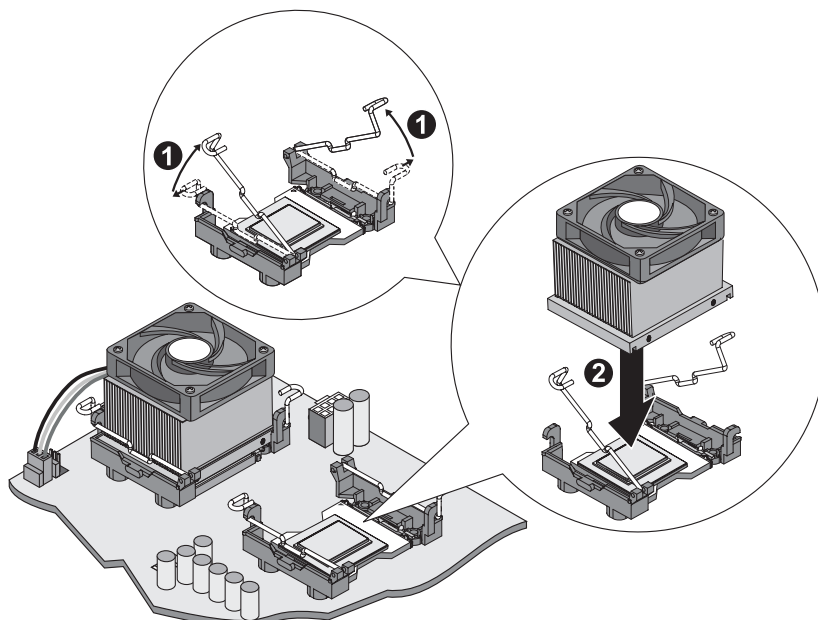

图 2-18：固定散热片
5. 从处理器插座中拔出两侧支架上的锁定杆，便可将其打开，然后再将它们转到直立位置。接下来，就可以在处理器的支架间安装散热片。请参阅图 2-18。
2. 拉开两侧支架上的锁定杆。请参阅图 2-18。